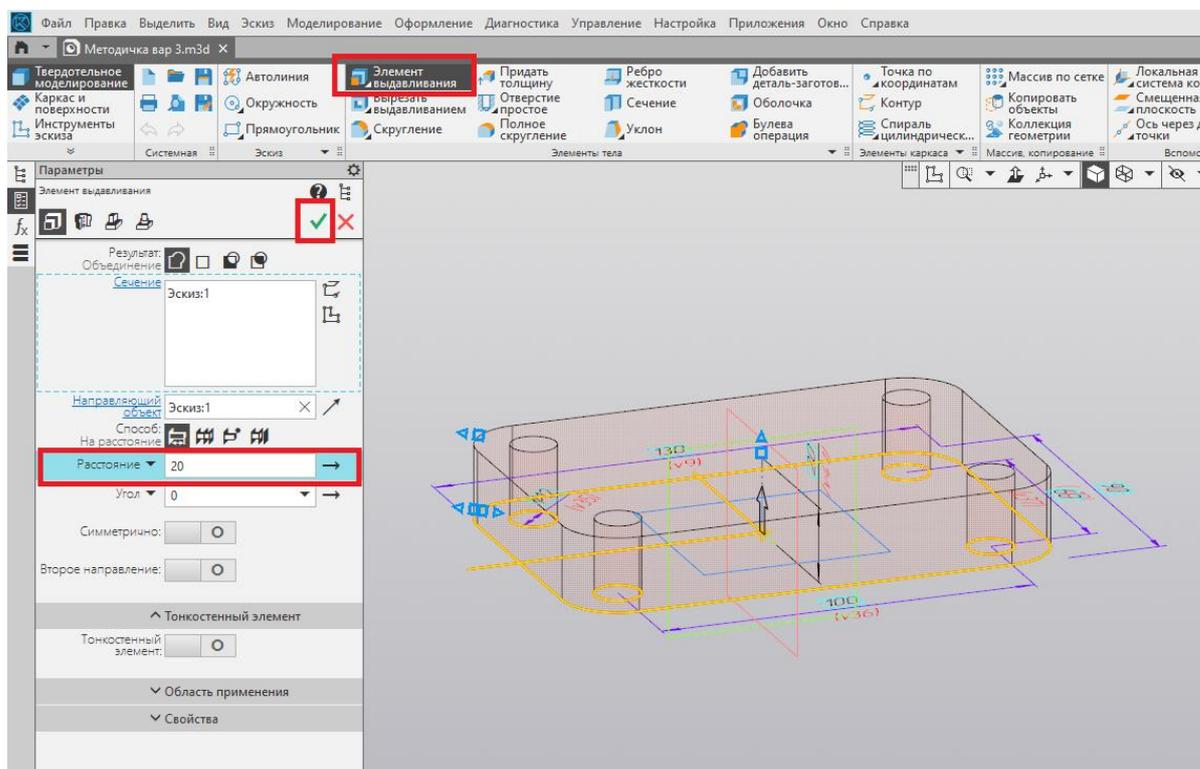

Рис. 138
10. При помощи команды «Элемент выдавливания» выдавливаем контур основания на толщину 20 мм (рис. 138).